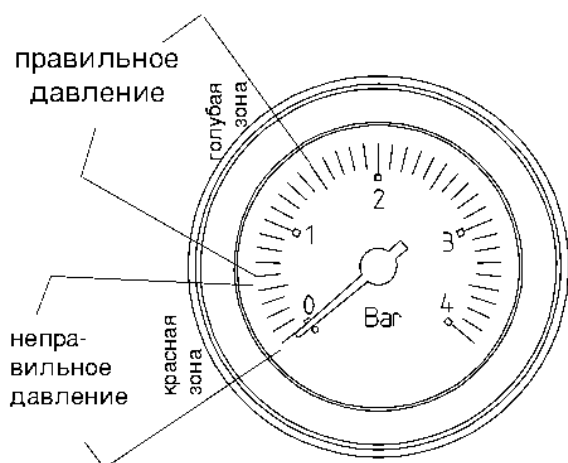

рис. 3.10
- отвинтите на два три оборота колпачок автовоздушника (A) (рис 3.11);
- проверьте, что кран на входе холодной воды (B) открыт;
- откройте кран подпитки (C) и держите его открытым, пока давление на гидрометре не дойдет до значения приблизительно 1 бар (рис. 3.10).